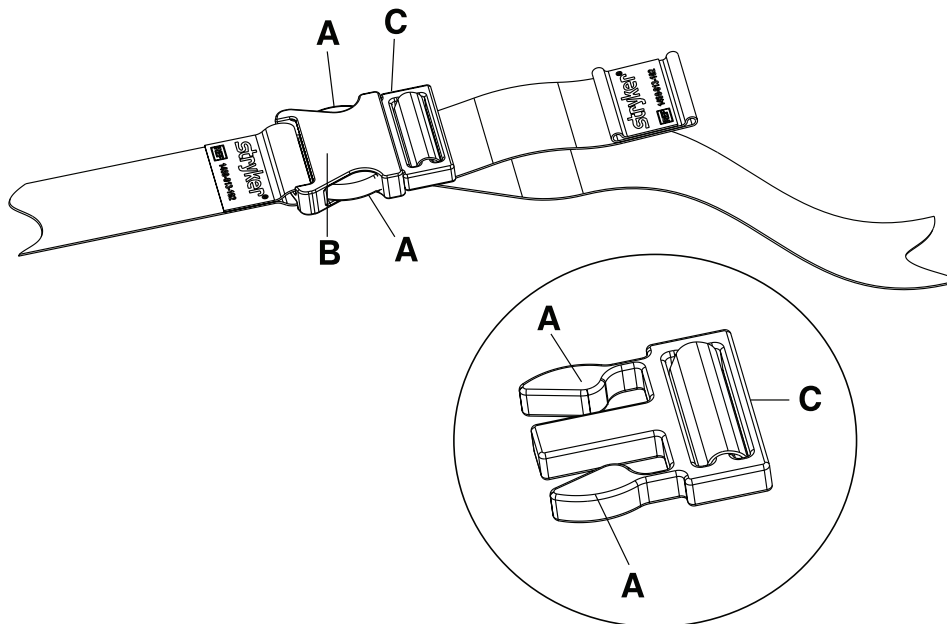

Afbeelding 7-15: Infuuspaal
1. Trek aan de optionele infuuspaal (A) om na te gaan of deze stevig vastzit (Afbeelding 7-15 op pagina 7-27).